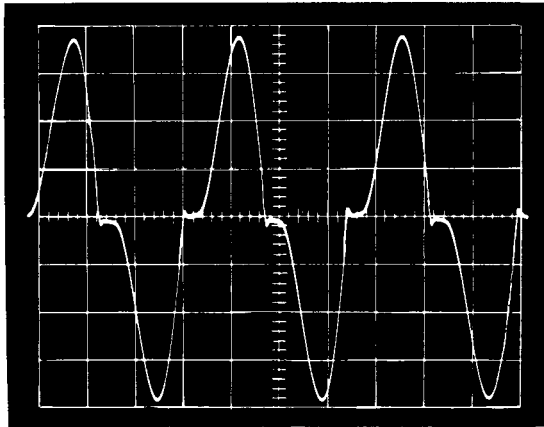

Fig. 8
Fig. 8 zeigt die vom Generator erzeugte Wechselstromspannung. Sie ist an der Buchse der eingebauten Steckdose entsprechend der Fig. 4, Pos. 2 zu messen. Sie soll mindestens 4 V betragen. Weicht die Wechselspannung in Form und Größe wesentlich von der Darstellung ab, liegt ein Defekt am Generator vor.
Fig. 8 shows the alternating current produced by the generator. It has to be measured at the bushing of the inbuilt socket according to fig. 11, item 106. It should be at least 4 V. If the alternating current deviates essentially in form or amount from the diagram there is a failure in the generator.
Fig. 8 montre la tension alternative produite par le générateur. Elle peut être mesurée à la douille de la prise de courant incorporée en correspondance à la fig. 11, pos. 106. Elle doit se monter à 4 V. Si la tension alternative s'écarte en forme et valeur essentiellement de la présentation il y a un défaut dans le générateur.